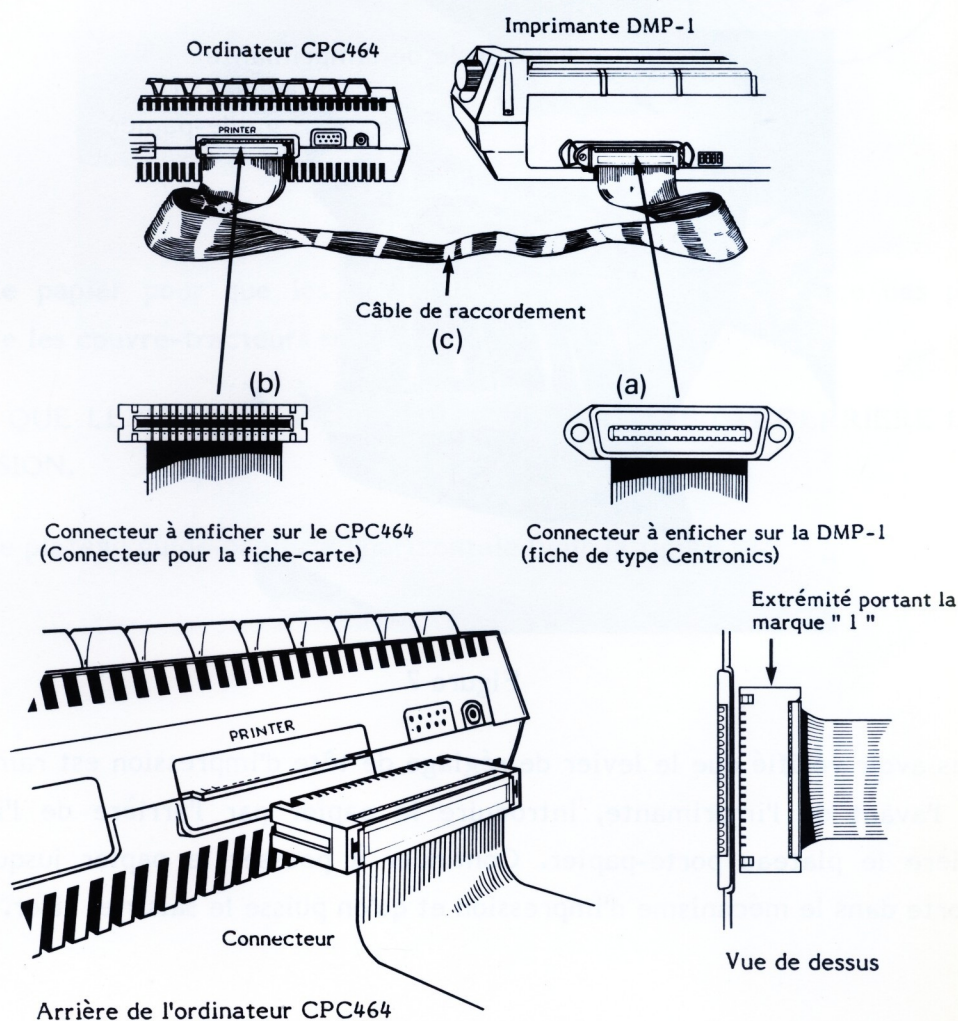

Figure 6
2. Le connecteur à l'arrière de la DMP-1 est du type prise Centronics (fig. 6 a) que l'on distinguera facilement du connecteur pour la fiche-carte utilisée à l'arrière du CPC464 (fig. 6 b).
3. La DMP-1 est livrée avec un câble (fig. 6 c) qui permet de la raccorder directement au connecteur marqué PRINTER à l'arrière du CPC464. La figure 6 indique également comment raccorder ce câble. Appuyer fort pour être sûr que les contacts sont bien établis.